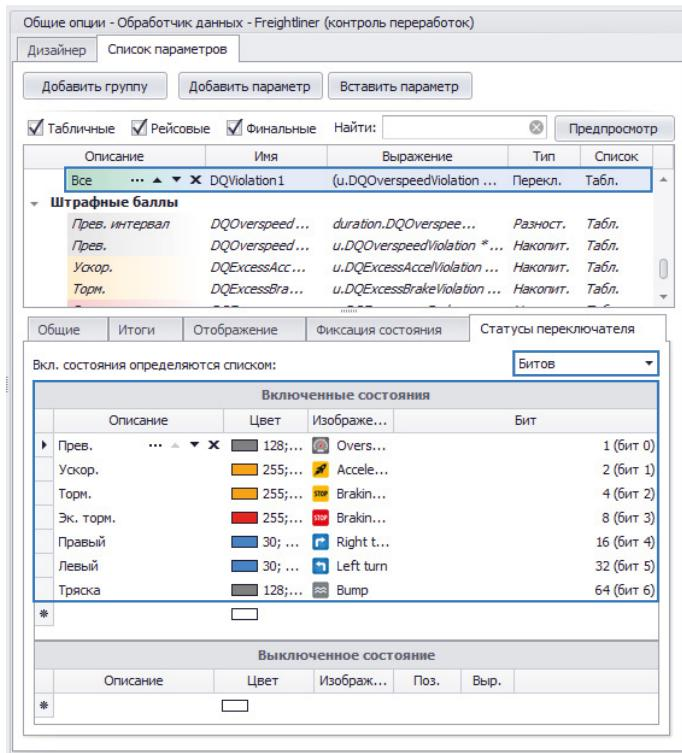

Рис.92. Пример настройки определения вкл. состояния параметра по списку битов.
- **Битов** – включенными состояниями параметра являются различные биты, хранящиеся в этом параметре. Это могут быть флаги ТС, статусы внешних устройств, возвращаемых одним параметром в разных битах (например, системы учета пассажиропотока Irma Matrix), разные нарушения стиля вождения, возвращаемые одним параметром. Для такого переключателя требуется задать список битов, являющихся включенными состояниями, а также задать их описание, цвет, изображение для корректной обработки в модулях просмотра. На Рис.92 приведен пример настроек переключателя, включенные состояния которого определяются списком битов этого параметра.